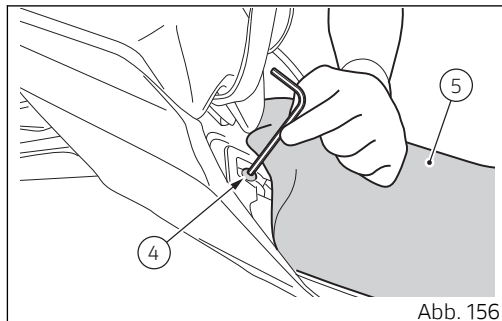

Abb. 156
- Die Beifahrersitzbank (5) erneut montieren, dazu erst die Bügel (6) der Sitzbank in die Bügel (7) des Rahmens einfügen, dann den hinteren Sitzbankteil auf dem Rahmen auflegen.
- Die hinteren Laschen der Sitzbank (5) anheben und zur Befestigung die Schrauben (4) (Abb. 156) anziehen.